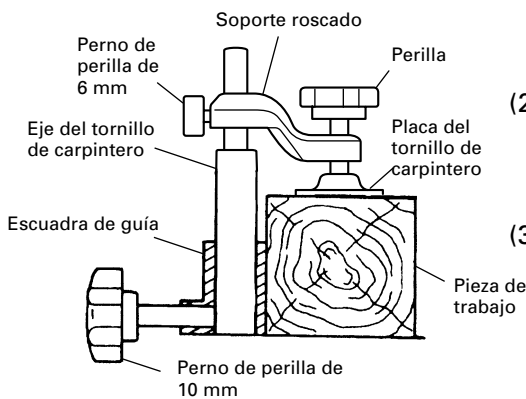

Fig. 17
(1) El conjunto de tornillo de carpintero puede montarse en la escuadra de guía izquierda (escuadra de guía (B)) o bien en la escuadra de guía derecha (escuadra de guía (A)) aflojando el perno de perilla de 10mm.
(2) El portatornillo puede elevarse o bajarse de acuerdo con la altura de la pieza de trabajo aflojando el perno de perilla de 6mm. Después del ajuste, apriete firmemente el perno de perilla de 6 mm y fije el portatornillo.
(3) Gire la perilla superior y fije firmemente la pieza de trabajo en su lugar (Fig. 17).